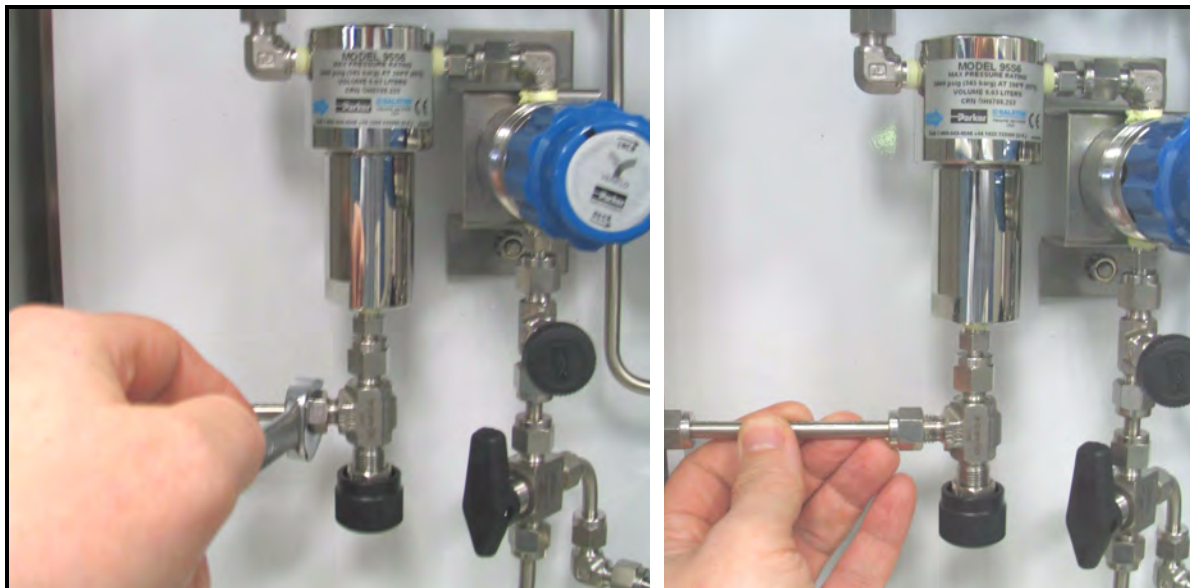

Figura 81: Separazione della connessione del condotto di uscita
3. Separare la connessione del condotto di uscita sul bypass del filtro a coalescenza e rimuovere il condotto per avere spazio di manovra (vedere la Figura 81).